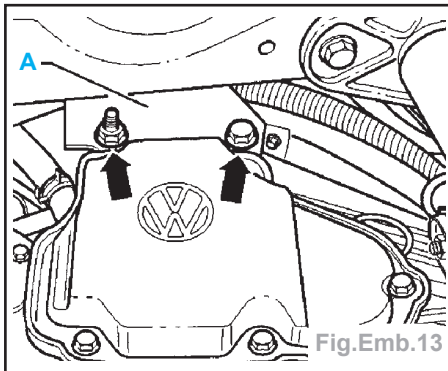

Fig.Emb.13
**Nota :** Les vis (A) et (B) restent vissées.
- Dévisser le palier de fixation (A) de la boîte de vitesses (flèches) (Fig.Emb.13).